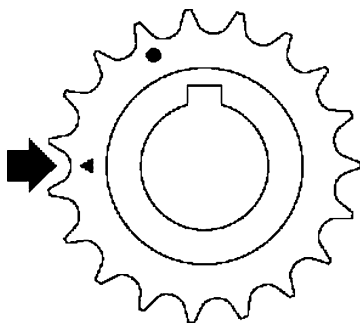

图 27-13 顶部标记对准 9 点钟位置
2) 用专用工具将曲轴链轮上的顶部标记对齐到图 27-13 中的 9 点钟位置。